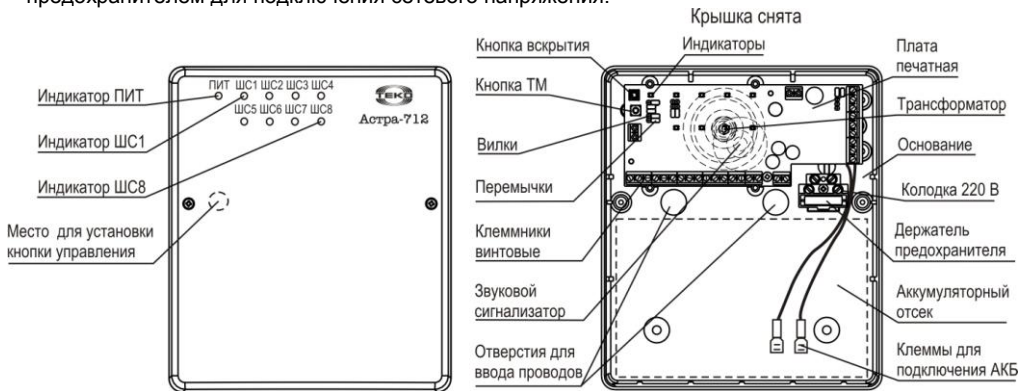

Рисунок 1
7.1 Конструктивно прибор выполнен в виде блока со съёмной крышкой (рисунок 1). Внутри блока установлена печатная плата с радиоэлементами, сетевой трансформатор и колодка для подключения сетевого напряжения.